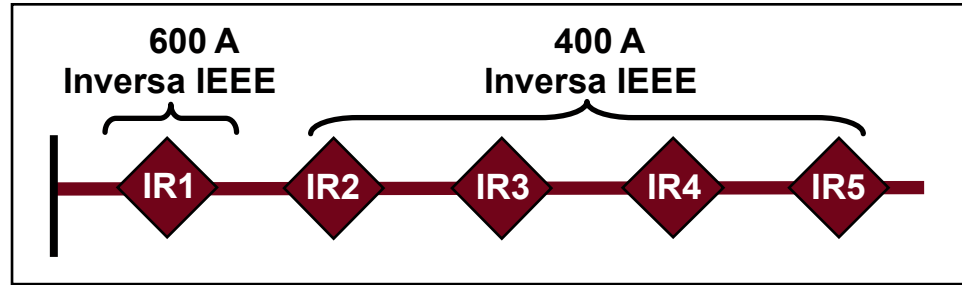

Figura 23. Falla permanente de la CEC; todos los interruptores de fallas IntelliRupter están cerrados y coordinados.
- Todos los interruptores de fallas IntelliRupter están cerrados y coordinados, donde es posible. Ver Figura 23 en la página 44.